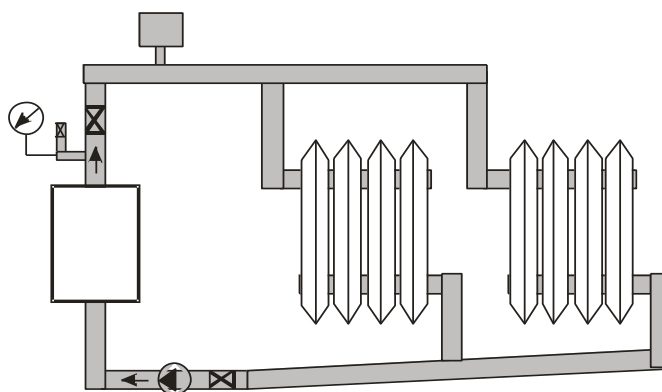

Рисунок 2. Примерная схема системы отопления.
Внимание! При эксплуатации прибора запрещается полностью или частично перекрывать шаровые вентили на «входе» и «выходе» из котла (см. рис. 2).
7.1.5. На «входе» и «выходе» прибора устанавливаются шаровые вентили (рис. 2), применяемые при демонтаже, ремонте и техническом обслуживании прибора.